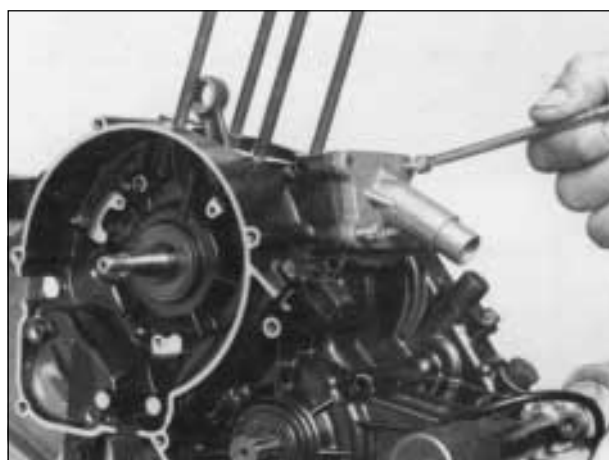

Fig. 19
- 19) TOGLIERE quindi i 2 anelli di fermo (Fig. 18), sfilare lo spinotto e, qualora si intenda utilizzare uno spinotto a 2 diametri, battere leggermente avendo cura di supportare contemporaneamente dalla parte opposta il pistone in modo da evitare danni alla biella. Togliere il collettore di aspirazione e il pacco lamellare (Fig. 19).
- 19) THEN removed the 2 circlips (Fig. 18), remove the piston pin, commonly found and if a 2 diameter pin is used, knock it gently taking care to apply a counterpressure on the opposite side of the piston to avoid damaging the connecting rod. Remove the suction manifold and the reed valve (Fig. 19).